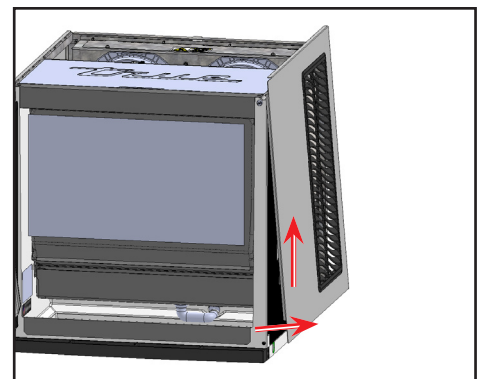

Abb. 6. Ziehen Sie die Platte von den Haltetaschen und heben Sie sie an.
4. Ziehen Sie die Seitenwand von den unteren Befestigungsmitteln. Heben Sie dann die Seitenwand an. Siehe Abb. 6.